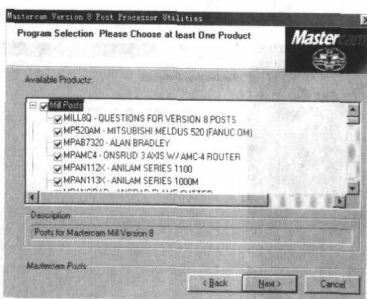

图 1-17
15) 至少要选择一后处理产品, 选 **Next >** (下一步), 如图 1-17 所示。